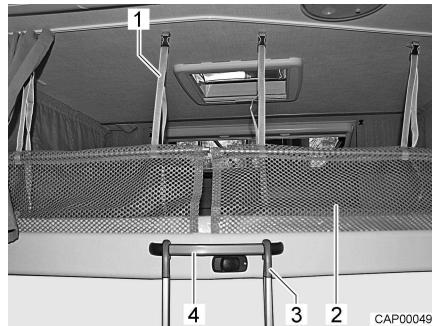

Fig. 51 Scaletta di accesso e rete protettiva
- Appendere la scaletta di accesso (Fig. 51,3) tramite entrambe le staffe della maniglia (Fig. 51,4) al letto basculante.
Le reti protettive (Fig. 51,2) con le cinghie di arresto sono sistemate sotto il materasso. Fissare le reti protettive soltanto dopo che le persone si sono stese sul letto basculante.
- Fare innestare le cinghie di arresto (Fig. 51,1) nei supporti sul soffitto.